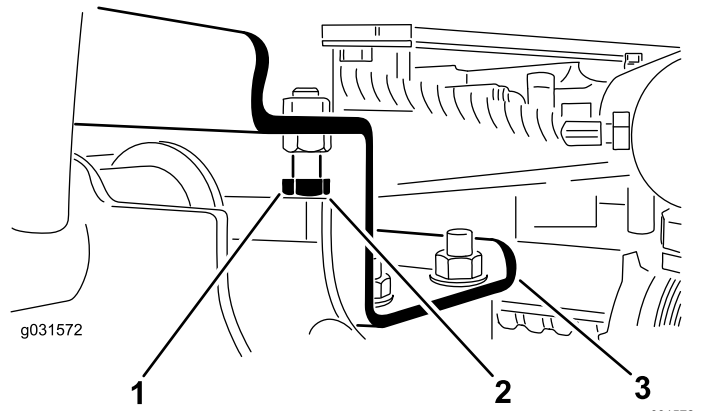

Figura 12
- A. Afloje los pernos de tope (Figura 12).
2. Compruebe que la holgura entre cada brazo de elevación y el perno de tope es de 0,13 a 1,02 mm, tal y como se muestra en la Figura 12.